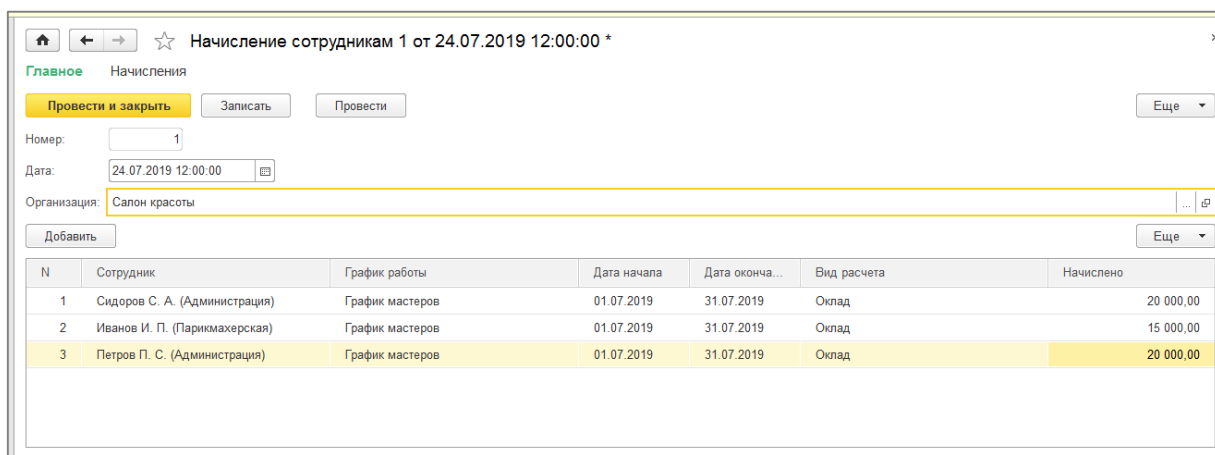

Рисунок 26.7 – Документ «Начисления сотрудникам» №1
3.1 В разделе **Расчет заработной платы** выполним команду **Начисление сотрудникам** и начислим оклад за июль всем сотрудникам нашей организации ООО «Салон красоты» (рисунок 26.7).